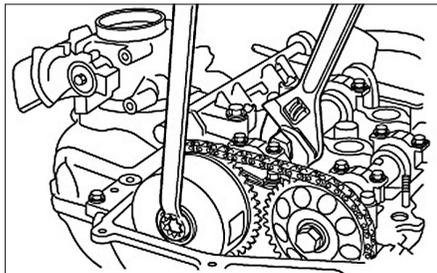

FIG. 68
- Desserrer les vis de roue dentée d'arbres à cames (Fig.68).